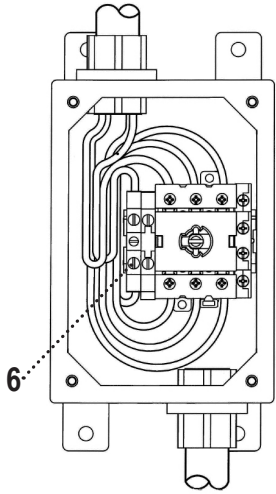

Fig. M-4
- Para la alimentación por detrás o por entradas dobles de conductos, ver la sección B y Fig. M-4 y M-5 para las instrucciones.
- Si se requiere, usar **UNIQUEMENTE** un respiradero de drenaje homologado/certificado para aplicaciones Tipo 4X y Tipo 12 tales como HLS Tipo Be.20.S.N.T. Perforar o taladrar un orificio de 20,2 mm de diámetro en el punto señalado para taladrar a través de la pared inferior de la caja (Ver Fig. M-4).